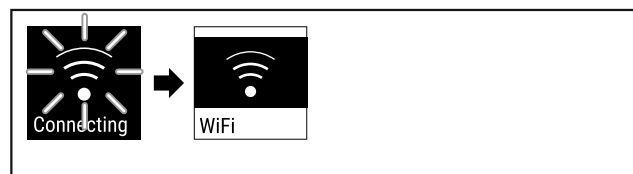

Fig. 76
- ▶ Anslutningen upprättas (se Fig. 76).